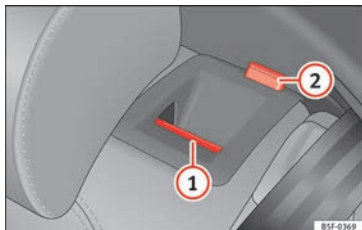

Fig. 152 Sullo schienale del sedile posteriore: tasto di sblocco (1); tacca rossa (2).
- Tirare il tasto di sblocco » **fig. 152** (1) in avanti e, contemporaneamente, abbattere lo schienale.
- Lo schienale posteriore è sbloccato quando si vede la tacca rossa sul tasto (2).
Lo schienale posteriore è sbloccato quando si vede la tacca rossa sul tasto » **fig. 152** (2).